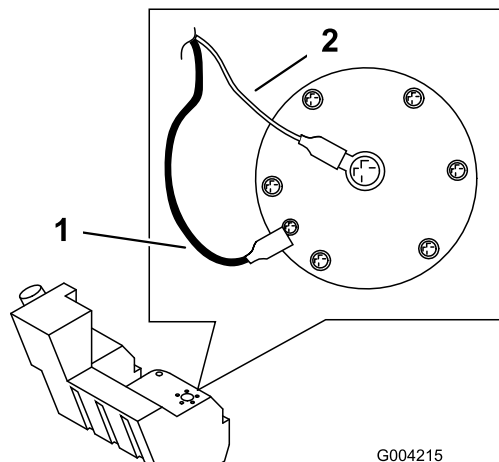

Figura 59
12. Desconecte los dos cables que van al lado derecho del depósito (Figura 59).
19. En el lado derecho del depósito, conecte el cable naranja al borne central y el cable negro al borne exterior (Figura 59).